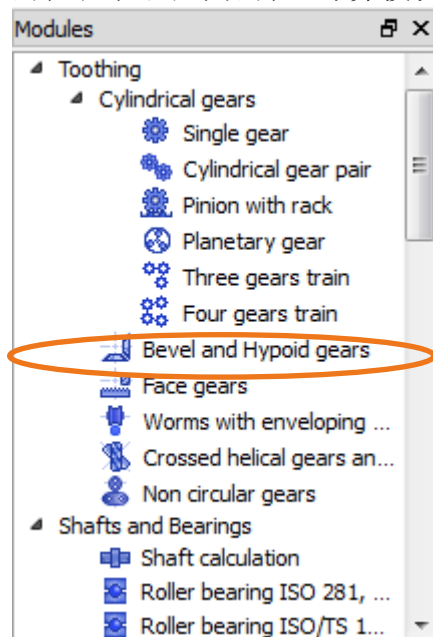
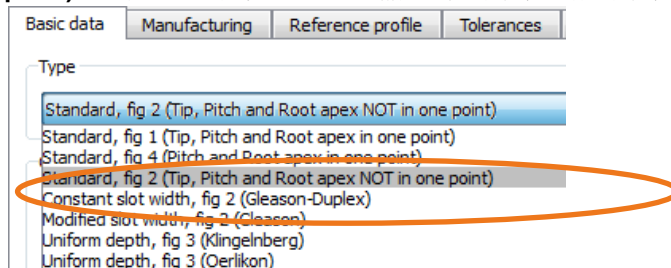

图 2. 从"Modules"窗口中选择"Bevel and hypoid gears"计算模块
图 3. 选择类型"Standard, fig 2"
1. 在标签"Basic data"→ "Type"下选择"Standard, fig 2 (Tip, Pitch and Root apex NOT in one point)"选项。这种类型可以输入顶锥角和根锥角（看图 3）。